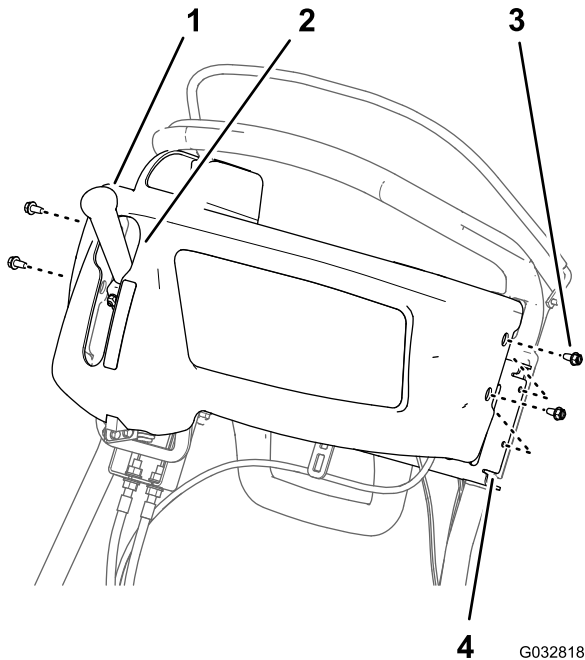

Bild 15
1. Fluchten Sie den Schlüsselloch-Schlitz in der Abdeckung des Armaturenbretts über den Hebel des Fahrtriebs und Spindeltriebs aus (Bild 15).
2. Fluchten Sie die Löcher in der Abdeckung des Armaturenbretts mit den Löchern in der Stützhalterung des Führungsholms aus (Bild 15).
3. Befestigen Sie die Abdeckung mit den vier Bundbolzen (1/4" x 1/2"), die Sie in Schritt 1 von (Seite) entfernt haben, an der Halterung (Bild 15).